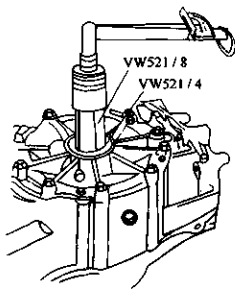

图 3-119 安装专用工具和扭力扳手
12) 将专用工具 VW521/4、VW521/8 和扭力扳手一起装在变速器上, 如图 3-119 所示。